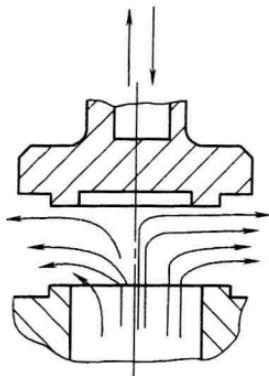

图 1-1 截门形
1) 截门形：关闭件沿着阀座的轴线方向移动，如图 1-1 所示。